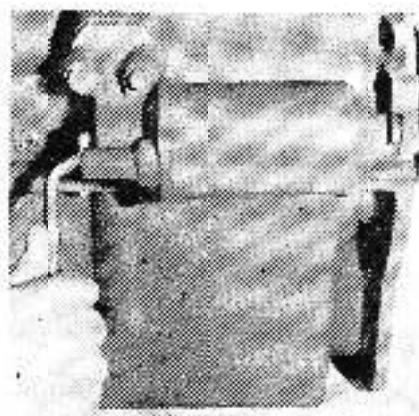

Fig. 11
- a) Desserrer la vis d'assemblage de la cuve (fig. 11).